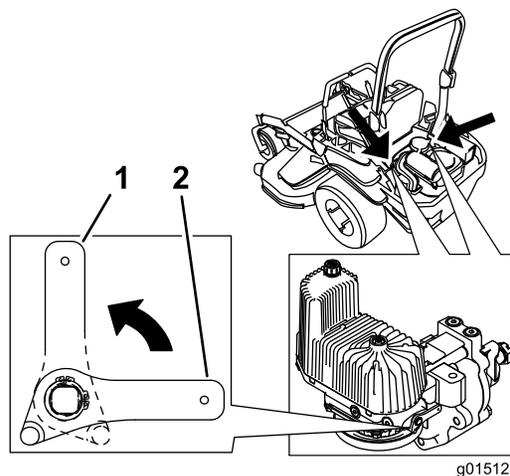

Figura 39
3. Gire las palancas de las válvulas de liberación a la posición vertical para empujar la máquina (Figura 39).
5. Gire las palancas de las válvulas de desvío a la posición horizontal para conducir la máquina (Figura 39).